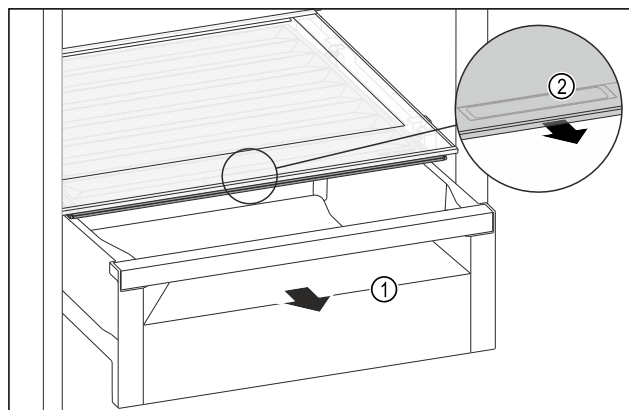

Fig. 137
- ▶ Vytiahnite zásuvku Fig. 137 (1).
- ▶ Uchopte priehľbinu na rukoväť Fig. 137 (2) na veko zásuvky a súčasne ťahajte veko zásuvky dopredu.